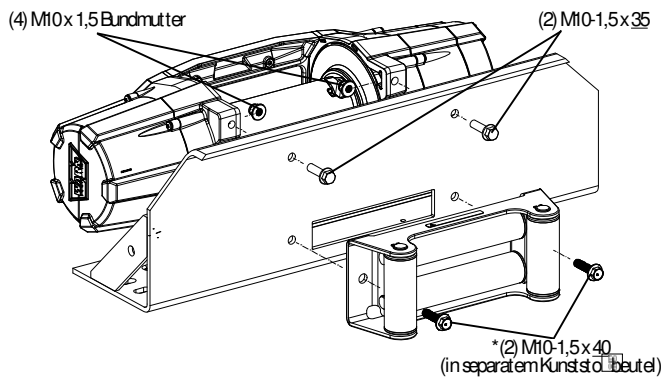

Abbildung 3 Horizontale Ausrichtung, Füße nach vorne
- *(2 x) M10-1,5 x 40 Sechskant-Lähsch, 8,8, Schraube (gemäß Abb. 3 für Seitbasismontage verwenden) *in separatem Kunststoffbeutel.